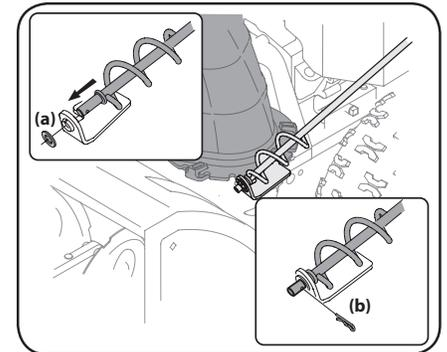

Figura 2-9
1. Quite la tapa plástica (si está puesta), la arandela plana (a) y el sujetador de horquilla (b) del extremo del conjunto del control direccional del canal. Consulte Figura 2-9.